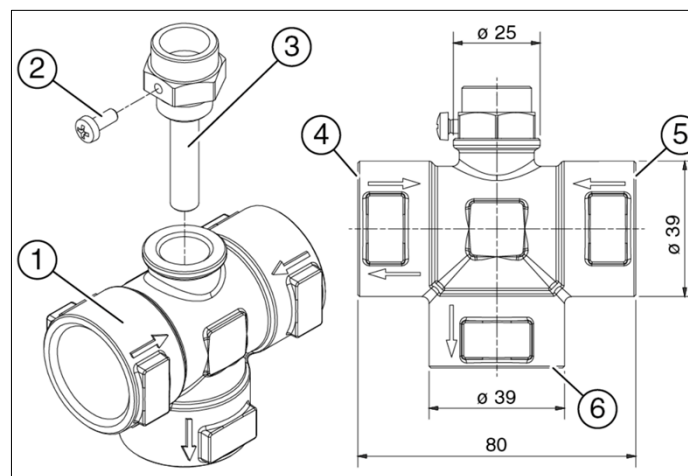

Bild 1 Kreuzstück mit Messfühlereinsatz
③ Montage des Temperaturfühlers T0
- Der Vorlauftemperaturfühler T0 wird über ein Kreuzstück mit Tauchhülse direkt am Vorlauf des Pufferanteils vom BPU-Kombispeicher montiert (→Bild 1).